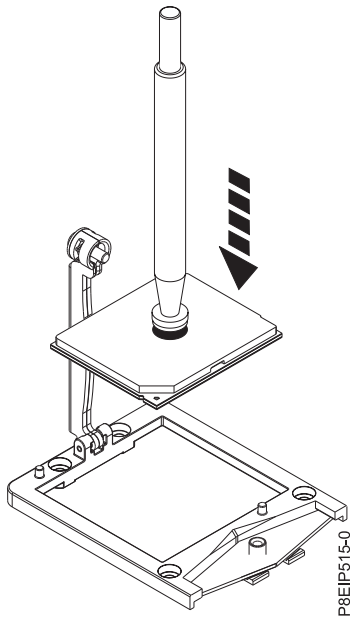

Figure 54. Abaissement du processeur dans le connecteur
- a. Abaissez le stylet et le module processeur système sur le connecteur, comme indiqué dans la figure 54, à la page 51. Alignez l'angle biseauté du processeur avec celui du connecteur. Prenez soin d'abaisser l'outil uniformément sans incliner le processeur.